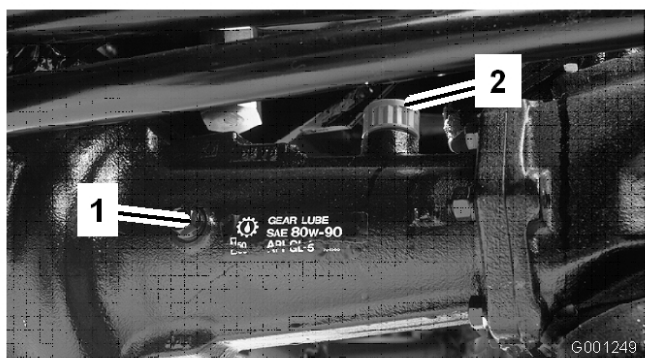
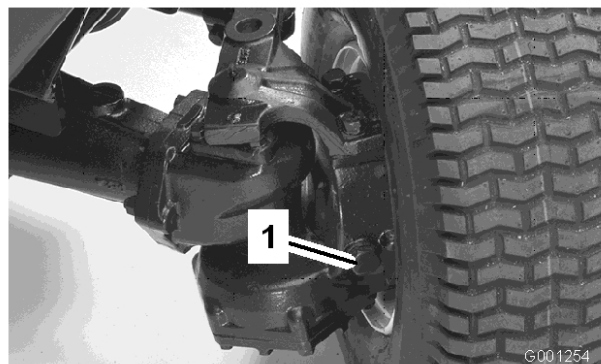

Figura 26
Figura 27
2. Retire os tampões de verificação do eixo e certifique-se de que o lubrificante atinge a parte inferior de cada orifício. Se o nível estiver baixo, retire os tampões de enchimento e adicione lubrificante suficiente para atingir a parte inferior dos orifícios do tampão de verificação (Figura 26 e Figura 27).